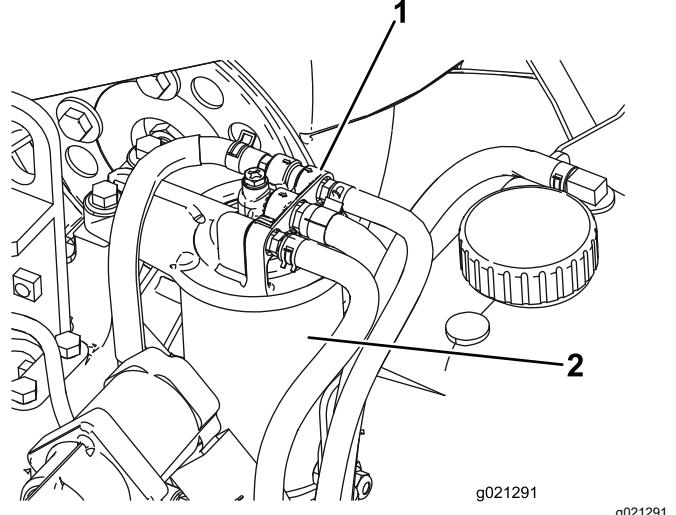

Bild 95
2. Reinigen Sie den Bereich um den Kraftstofffilterkopf (Bild 95).
3. Entfernen Sie den Filter und reinigen Sie die Befestigungsfläche des Filterkopfes (Bild 95).